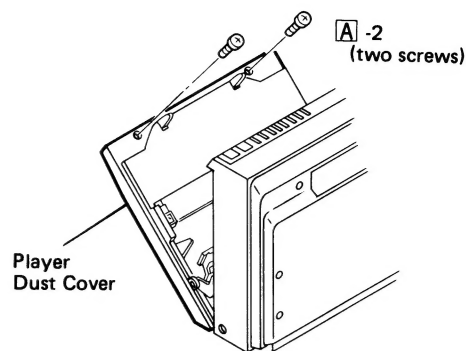

Figure 4-1
2. Remove two screws at the dust cover, and take the dust cover off. See Fig. 4-1.
2. Zwei Schrauben von der Abdeckhaube entfernen, dann die Abdeckhaube abnehmen. Siehe Abb. 4-1.
2. Déposer les deux vis du cache-poussières et déposer le cache-poussières. Voir la Fig. 4-1.